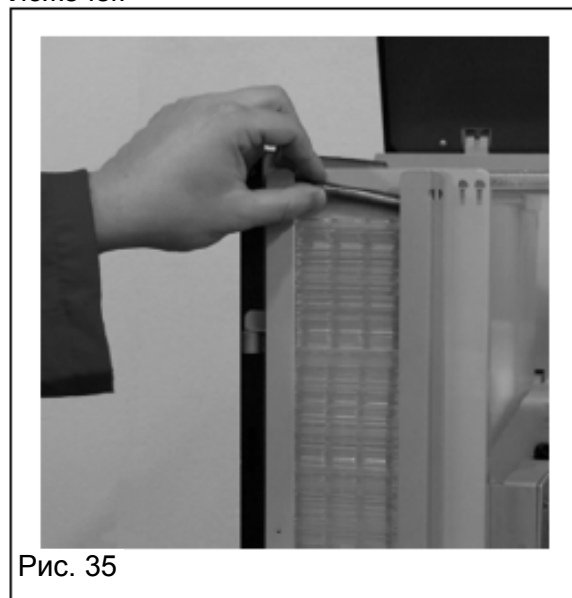

Рис. 35
- снова вставьте стержень уравнивателя (рис. 35) после загрузки ложечек